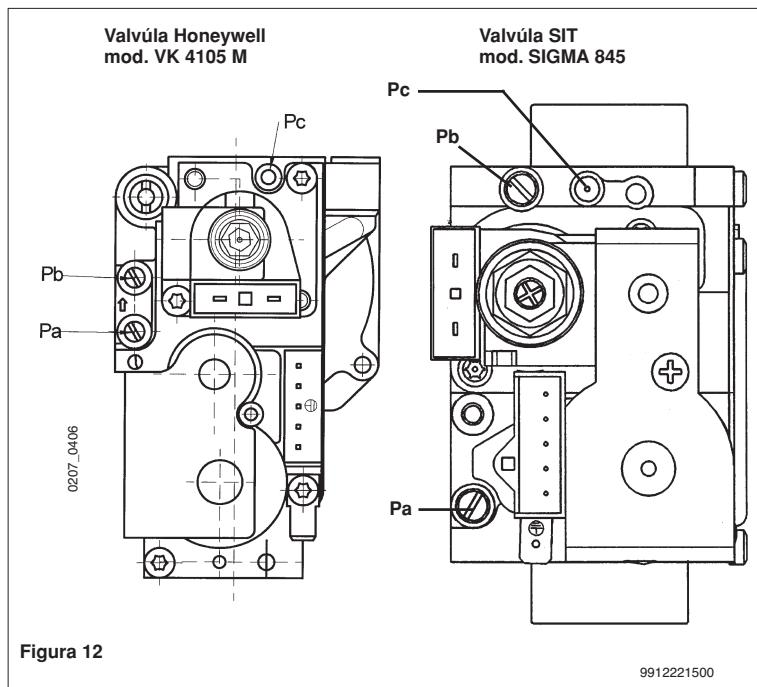

Figura 12
Las modalidades de calibrado del regulador de presión difieren ligeramente según el tipo de válvula del gas utilizada (HONEYWELL o SIT, véase figura 12).
- conectar la toma de presión positiva de un manómetro diferencial, posiblemente de agua, a la toma de presión (Pb) de la válvula del gas (figura 12). Conectar, sólo para los modelos a cámara estanca, la toma negativa del mismo manómetro a un especial "T" que consienta conectar entre ellos la toma de compensación de la caldera, la toma de compensación de la válvula del gas (Pc) y el manómetro mismo. (Se puede efectuar una medición equivalente conectando el manómetro a la toma de presión (Pb) y sin el panel frontal de la cámara estanca); Una medición de la presión en los quemadores efectuada con métodos diferentes a los descritos podría resultar incorrecta, dado que no tomaría en cuenta la depresión creada por el ventilador en la cámara estanca.
As modalidades de ajuste do regulador de pressão são levemente diferentes conforme o tipo de válvula do gás utilizada (HONEYWELL ou SIT, ver figura 12).
- ligar a tomada de pressão positiva de um manómetro diferencial, possivelmente de água, à tomada de pressão (Pb) da válvula do gás (figura 12). Ligar, somente para os modelos a compartimento estanque, a tomada negativa do mesmo manómetro a um especial "T" que permita ligar a tomada de compensação da caldeira, a tomada de compensação da válvula do gás (Pc) e o próprio manómetro. (Uma medição igual pode ser efectuada ligando o manómetro à tomada de pressão (Pb) e sem o painel frontal do compartimento estanque);
- controlar que la presión dinámica de alimentación de la caldera, medida en la toma de presión (Pa) de la válvula del gas (figura 12 en página 16), sea correcta (28 mbar para el gas butano, 37 mbar para el gas propano o 20 mbar para el gas natural).
- verificar que a pressão dinâmica de alimentação da caldeira, medida na tomada de pressão (Pa) da válvula do gás (figura 12 na página 21) seja a correcta (30 mbar para o gás butano, 37 mbar para o gás propano ou 20 mbar para o gás natural).